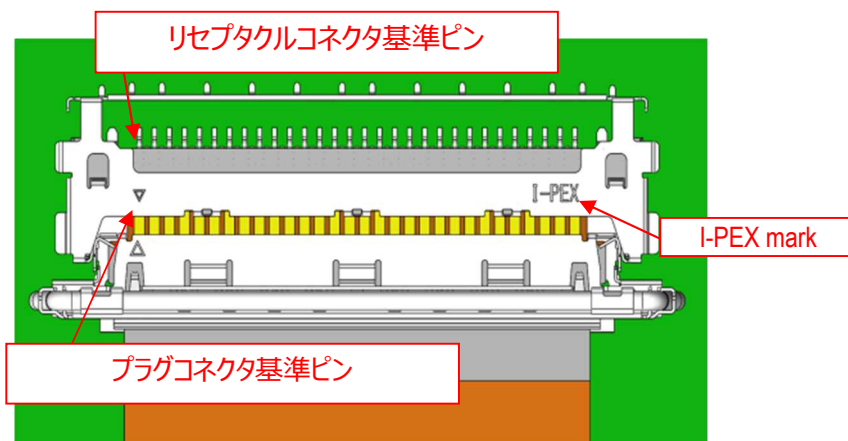

図 3
① 図 3 の様に、リセプタクルコネクタの基準ピンマークにプラグコネクタの基準ピンマークがくる様にセットする。